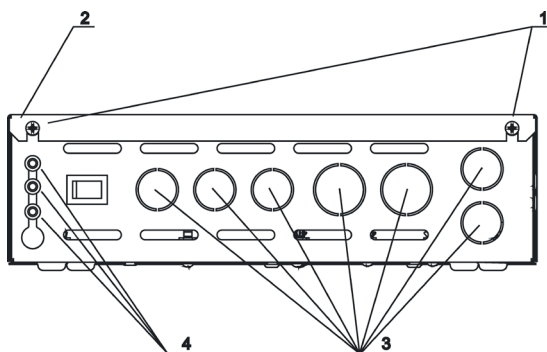
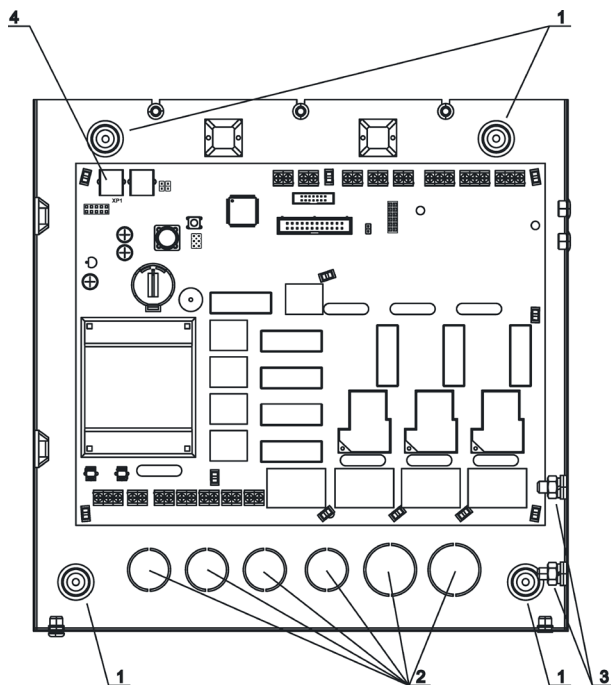

Рисунок 5 Блок мощности Comfort AIR+
Рисунок 6 Блок мощности Comfort AIR+
- Крестовой отверткой открутить винты фиксации крышки блока мощности (рис.5, поз.1)
- Снять верхнюю крышку (рис.5, поз.2)
- Закрепить корпус блока мощности на стене через крепежные отверстия на задней стенке корпуса (рис.6, поз.1). Диаметр крепежных отверстий 3.5 мм
Схема подключения нагрузки (электрокаменки, до 18кВт) и доп. оборудования (двигатели, контакторы, освещение, датчики) к пульту управления при наличии трёхфазной сети питания приведена на рис.6а.
Рисунок 6а Схема подключения блока мощности Comfort AIR+ при трёхфазной сети питания
- **PE** – шпильки подключения вводного заземления и заземления электрокаменки (расположены на стенке внутри корпуса блока мощности, рис.6, поз.3)
Для ввода кабелей в корпусе блока мощности предусмотрены отверстия (рис.5, поз.3 – для ввода кабелей через нижнюю стенку корпуса и рис.6, поз.2 – для ввода кабелей через заднюю стенку корпуса).
Подключение доп. оборудования (двигатели, контакторы, освещение, датчики) производится согласно рис.6а.
Межблочный кабель и кабели датчиков заводятся в корпус блока мощности через резиновые сальники (рис. 5, поз.4).
В розетку XP1 платы блока мощности подключить второй разъем межблочного кабеля (рис.6, поз.4)
После выполнения всех подключений необходимо установить крышку блока мощности (рис.5, поз.2) на его корпус и зафиксировать крышку болтами (рис.5, поз.1).